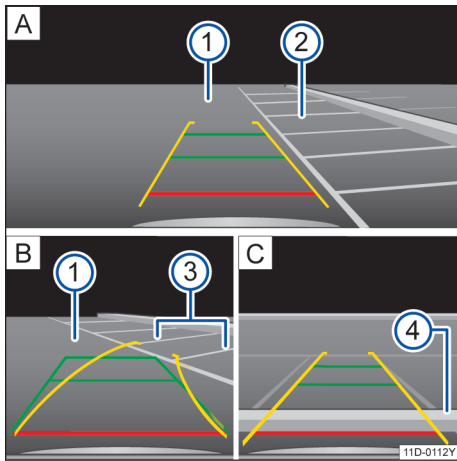

图 111 信息娱乐系统的屏幕显示：使用倒车摄像头泊车
- 将车辆驶到停车位前方→图 111(A)②。
- 转向，使黄色辅助线与目标车位边界对齐。绿线和黄线必须与侧面边界线→图 111(B)③重合。
- 当红色辅助线到达车位后方边界→图 111(C)④时，停车。